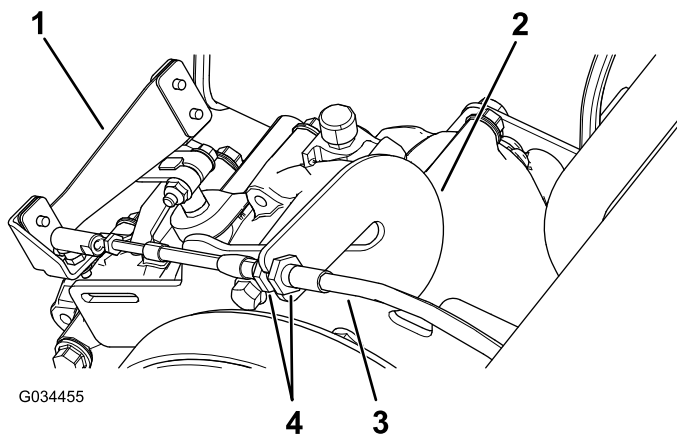

Figura 60
- Desaperte as porcas de retenção do cabo das mudanças e ajuste-as como necessário (Figura 60).
2. Teste a posição das mudanças rodando o seletor de mudanças para três posições diferentes e verifique se a alavanca de mudanças (Figura 60) muda apropriadamente quando muda de mudança; consulte Alavanca de mudanças e indicador de mudanças (página 13).